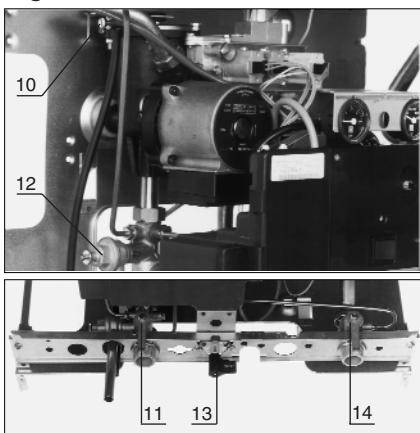

Fig. 2
10. Vis de dégazage (fig. 2)
11. Robinet retour chauffage (fig. 2)
12. Soupape de sécurité (fig. 2)
13. Robinet d'arrêt de gaz (fig. 2)
14. Robinet départ chauffage (fig. 2)
- Tournez vers la gauche la manette du robinet d'arrêt de gaz (13) (fig. 2).
- Coupez l'arrivée du gaz en tournant vers la droite le robinet d'arrivée du gaz (13) (fig. 2).